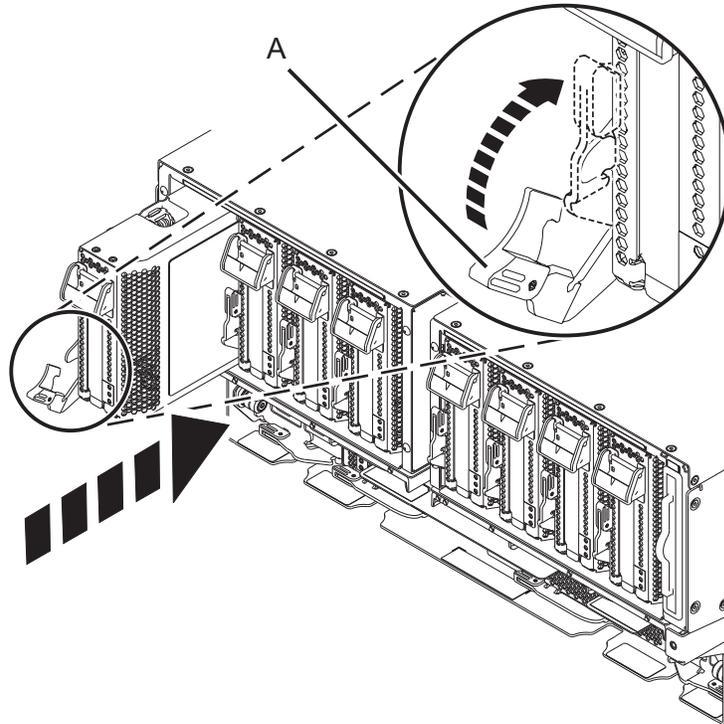

Abbildung 33. PCIe-Adapterkassette im System installieren
- a. Fassen Sie die Adapterkassette, wenn die Kassettengriffe geöffnet sind (A), vorsichtig an ihren Kanten an und richten Sie sie dann am Steckplatz aus. Siehe Abb. 33 auf Seite 34.
- c. Wurde die Kassette vollständig in den Steckplatz eingesetzt, drehen Sie den terrakottafarbenen Kassettengriff (A) in die in Abb. 33 auf Seite 34 dargestellte Richtung, um die Adapterkassette im Steckplatz einrasten zu lassen.